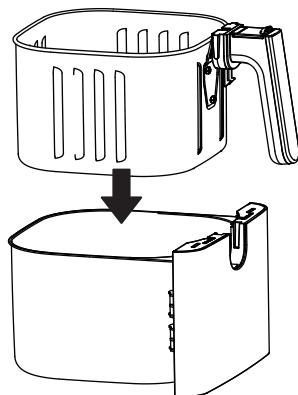

Fig. 3
2.Placez la friture puis poussez-la dans le panier dans le baril de friture et fixez-la en place (Fig. 3) et la machine principale (Fig. 4).